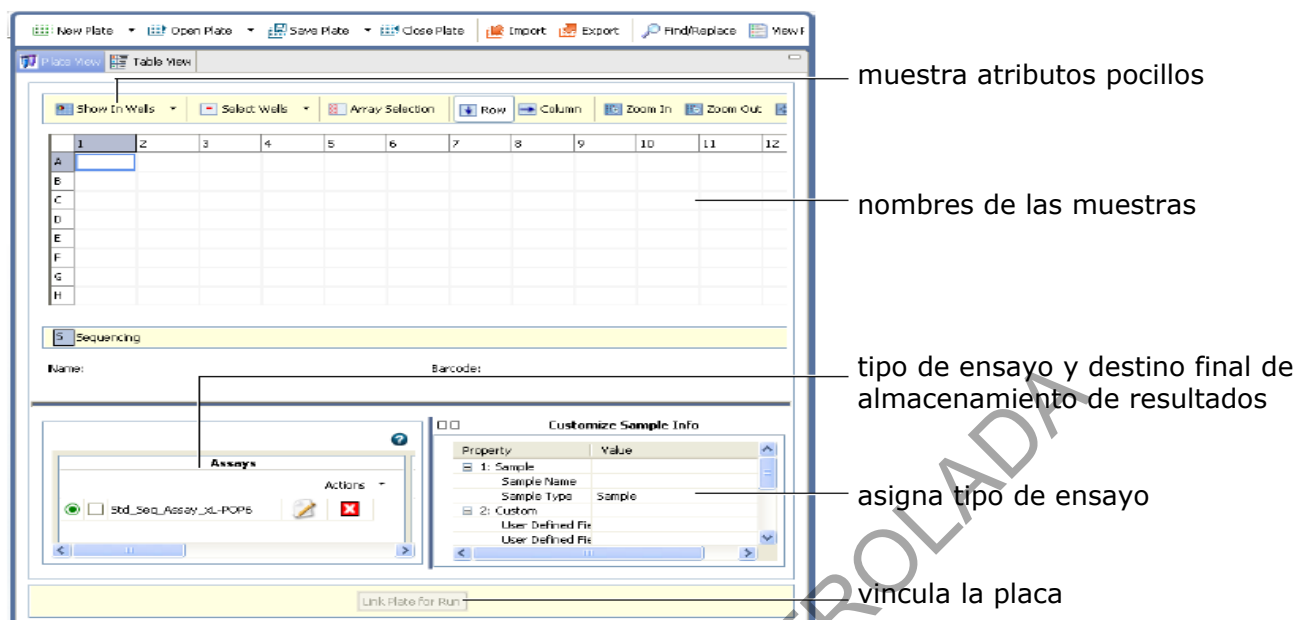

Figura 33. Cuadro de asignación de contenidos de la placa.
**7.15.5** Seleccione todas las casillas de las muestras y escoja el tipo de ensayo (esquina inferior izquierda). Para esto, debe escoger "**Add from Library**" y a partir de la ventana que se despliega seleccionar en el filtro: "**HID**". Luego, proceda a elegir los ensayos, según el kit comercial utilizado, ejemplo: CS7, Fusion, Global Filer, entre otros. De esta manera se estará ligando las condiciones de corrida específicas según cada ensayo (ver anexo 5 con las condiciones de corrida). Cuando haya finalizado, de click en la casilla: "**Add to Plate**", luego "**Close**".( ver figura 33)
**7.15.8** Seleccione "**Save Plate**", esta opción se encuentra en la parte superior de la pantalla. (ver figura 33)